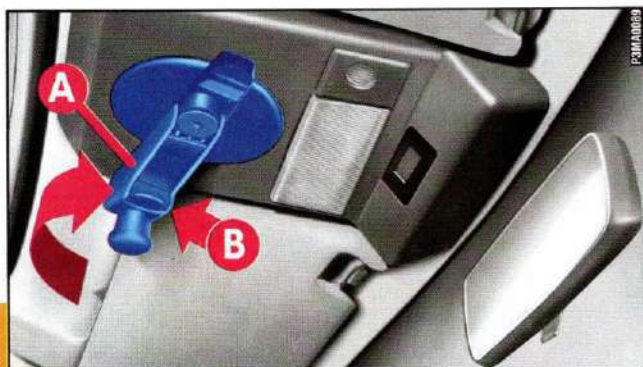

fig. 54
- 1) Estrarre dalla propria sede la leva di comando **A-fig. 54** fino ad avvertire lo scatto di blocco.
- 1) Ruotare la leva di comando **A-fig. 54** in senso antiorario sino a completa chiusura del tetto.